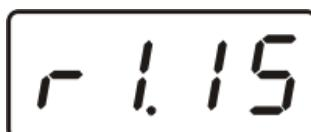

Рисунок 5.1 Индикация версии внутреннего программного обеспечения
- 5.5** При включении газоанализатора на его экране индицируется версия внутреннего ПО, см.Рисунок 5.1.